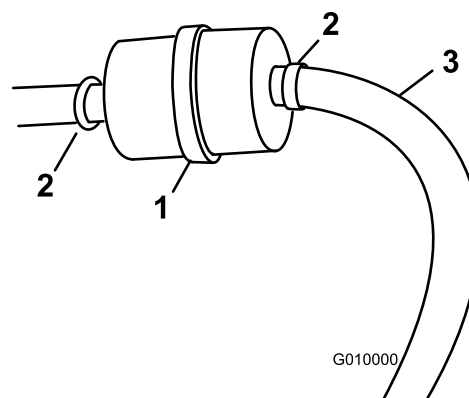

Figura 17
- Mettete un contenitore pulito sotto il filtro del carburante (Figura 17).